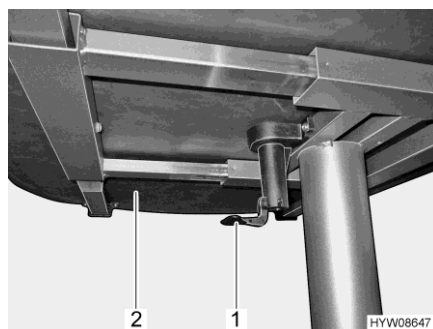

Fig. 56 Leva per spostare il piano del tavolo
- Tirare o spingere la leva (Fig. 56,1) verso il basso.
- Spingere il piano del tavolo (Fig. 56,2) nella posizione desiderata.